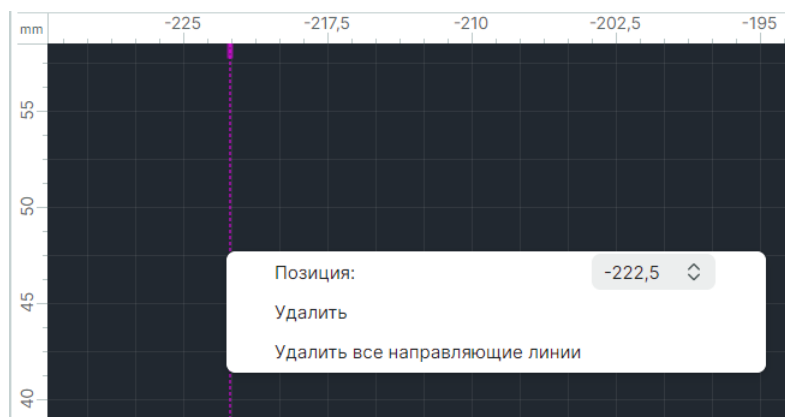

Рис. 359 Настройка направляющей линии
2. В отобразившемся окне «Направляющая линия» выберите необходимое действие, см. Рис. 359: